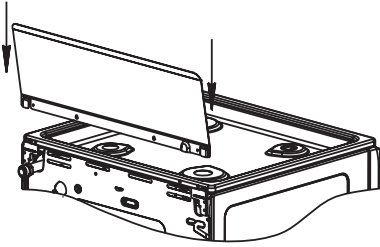

рис. 1
■ Модели плит, не имеющие крышку стола, комплектуются щитком, который крепится перед установкой плиты (рис.1).